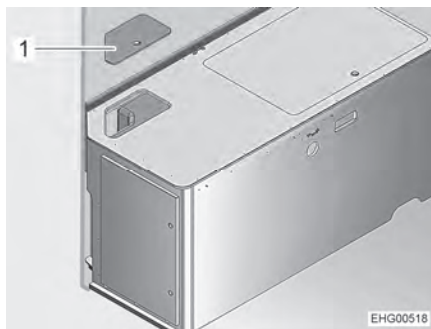

Bild 126 Bettkasten links
- Service-Deckel (Bild 126,1) abnehmen.